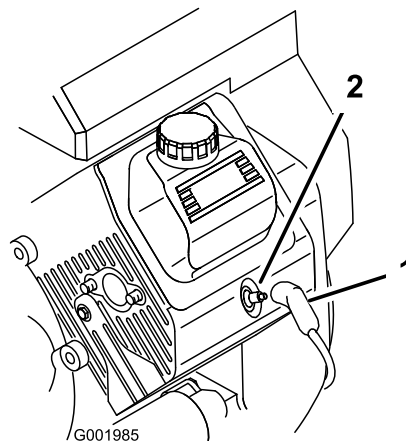

Figura 49
3. Staccate il cappello dalle candele (Figura 49).
3. Collegate i cappellotti alle candele (Figura 49).